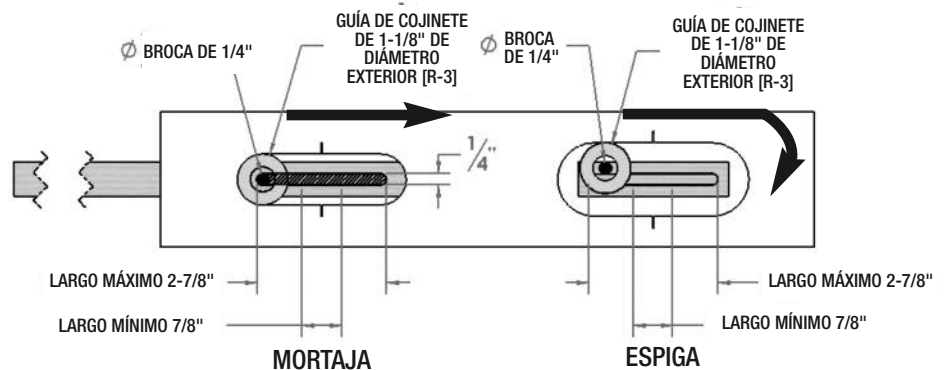

Figura 27
- Para hacer la mortaja de 3/8" que haga juego, cambie la *manguita de guía* de 1-1/8" [R3] (Figura 27)